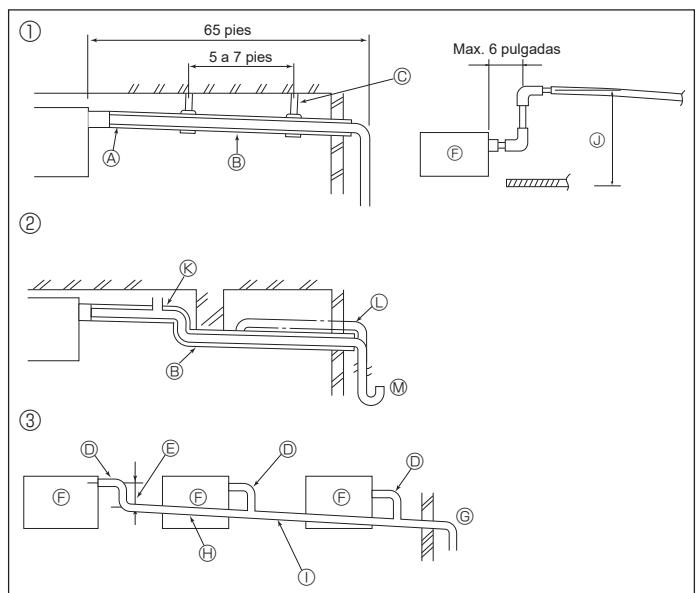

Fig. 3-1
3.1. Tubería de drenaje (Fig. 3-1)
① Tubería correcta
② Tubería incorrecta